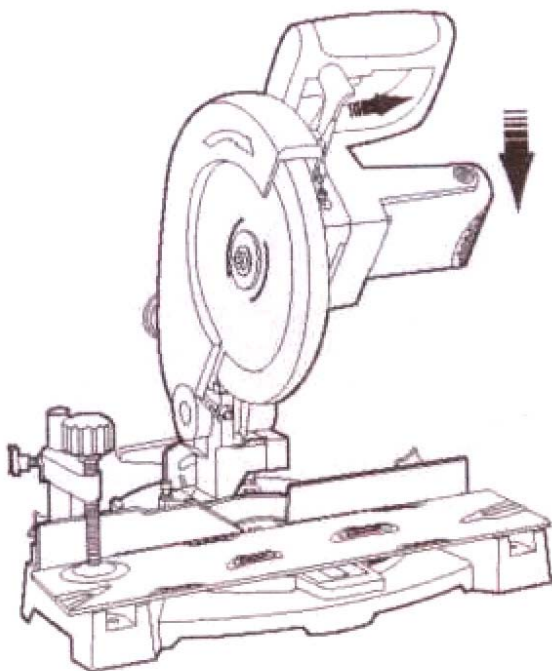

Рис. 17
1. Нажав на переключатель (20), большим пальцем потяните рычаг (2) для выдвижения защитного кожуха (4) и двигайте пильный блок, нажимая ручку (1) вниз. Выдвижной защитный кожух (4) откроется автоматически (рис. 17).